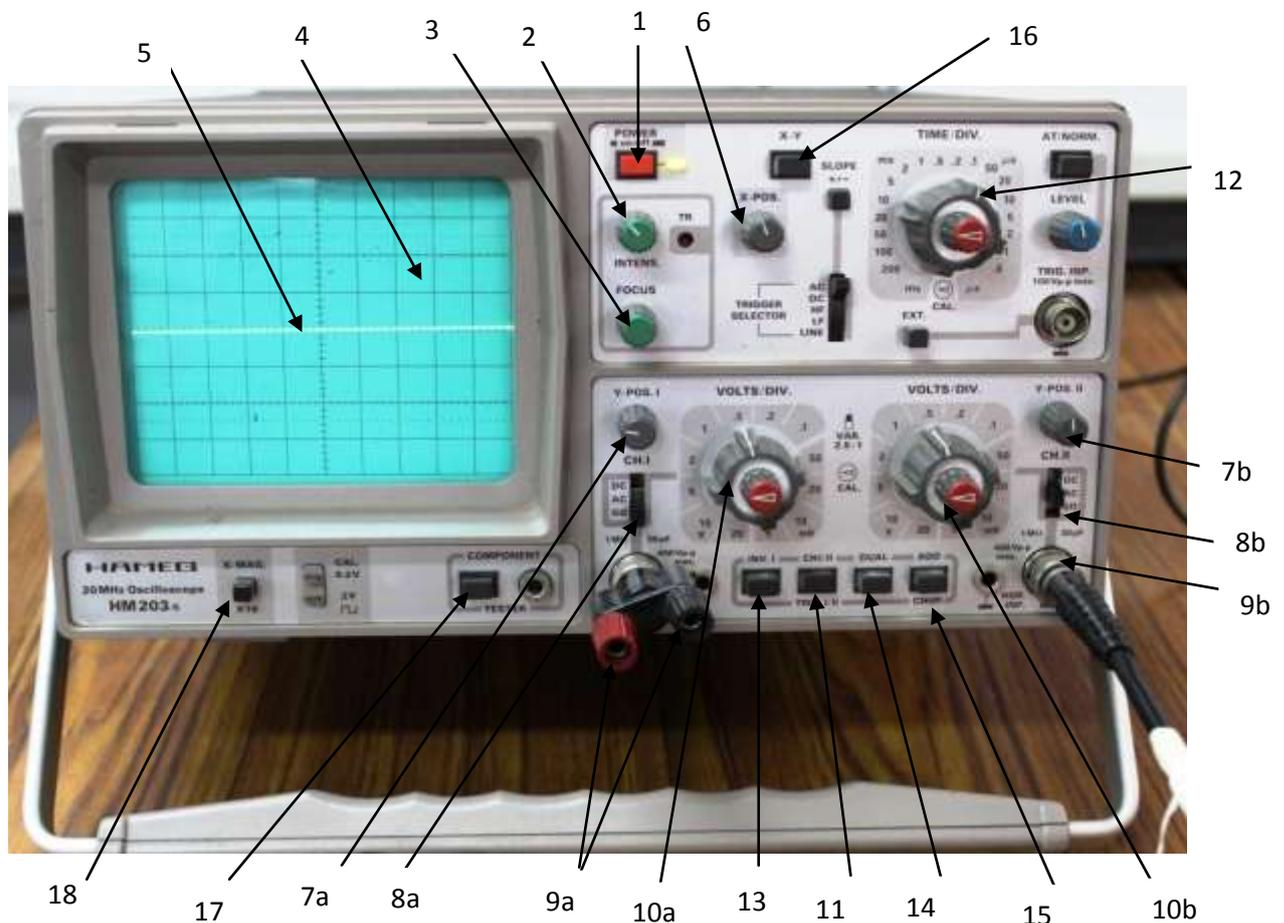

Fig.1 Fonctionnalités des boutons d'un oscilloscope
Le signal de référence (**phase 0** :) doit être connecté à la voie X (canal 1 ou encore **CH 1** ou parfois **voie A**) ; appuyer sur le **bouton DUAL** (N°14 dans la figure 1) et fixer le gain des deux entrées de telle sorte que l'amplitude des signaux soit égale à environ **5 divisions**. Obtenir à l'aide de la base de temps seulement un cycle de l'onde du signal, et déplacer horizontalement avec le bouton X-POS les deux signaux suivant la figure 7 :
On relâche le bouton DUAL et on opère comme dans la méthode bi-trace, c'est-à-dire, on prend des signaux de même amplitude ; puis on presse sur le bouton **X-Y** (N°16 dans la figure 1). Dans ce mode, un des signaux sinusoïdaux assure une déviation horizontale (X) tandis que l'autre signal amène une déviation verticale (Y) dont les équations temporelles sont :